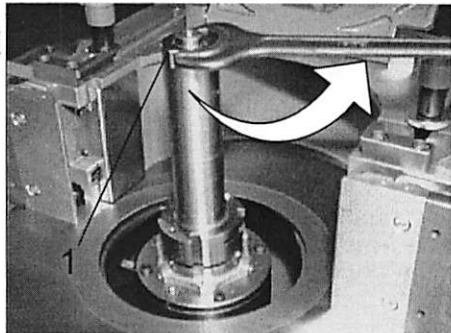
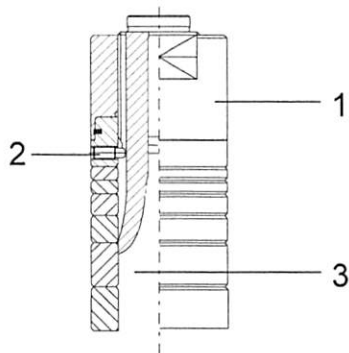

Abbildung 37 Werkzeugwechsel
Abbildung 38 Fräsdornmutter
- Fräsdornmutter (1, Abbildung 37) aufsetzen - auf Lage der Sicherungstifte (2, Abbildung 38) achten und mit dem Maulschlüssel festziehen.